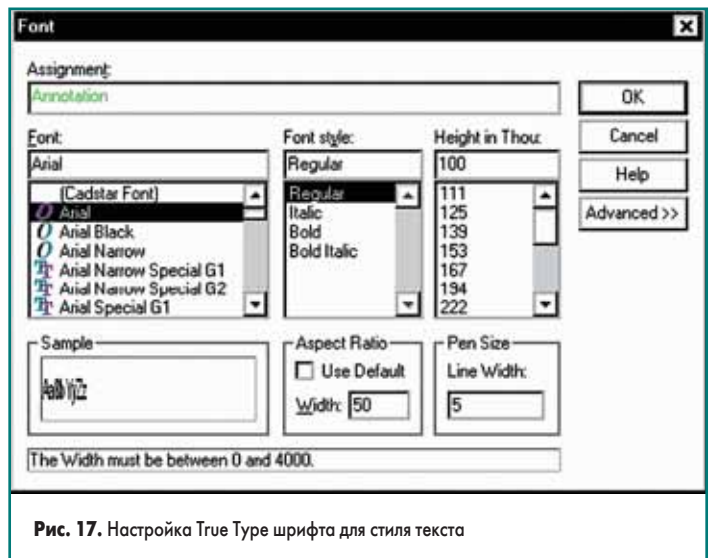

Рис. 17. Настройка True Type шрифта для стиля текста
20. В появившемся окне Font прокрутим список Font и выберем шрифт Arial (рис. 17).